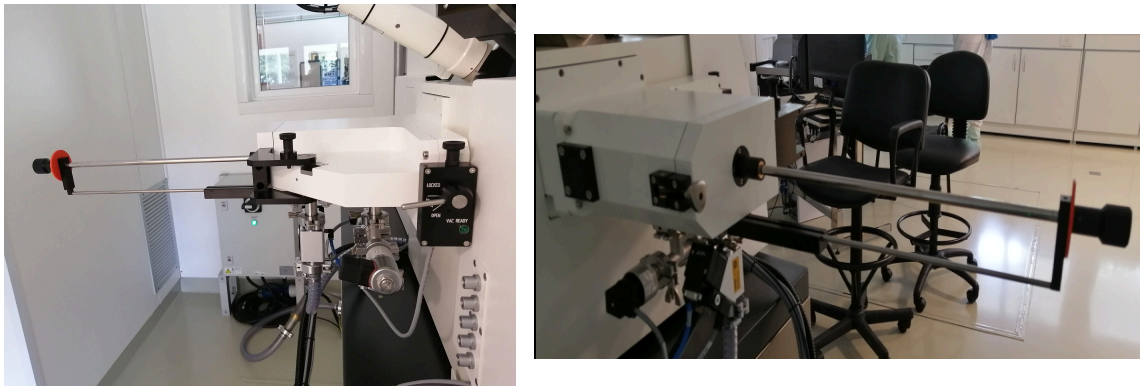

**Figura 1: Izquierda:** Monitores M1 y M2. **Derecha:** Imagen en M1 cuando no hay portamuestra dentro (se ven las 3 esferas de color blanco).
1. Antes de todo, hay que hacer un scratch de manera diagonal en un borde (derecha superior) de la muestra con una punta diamante proveída por Raith. Ubicar en la dirección como se muestra en la Figura 1 del medio y derecha. Al manipular el portamuestra, **no tocar la celda de Faraday**.
2. Ponemos el portamuestra. Y en M2 vamos a load sample. Esto tarda 8 min. Me pregunta si no hay otra muestra dentro del eBeam. Veo si están las 3 esferas en la pantalla M1 (Figura 1 de la izquierda).